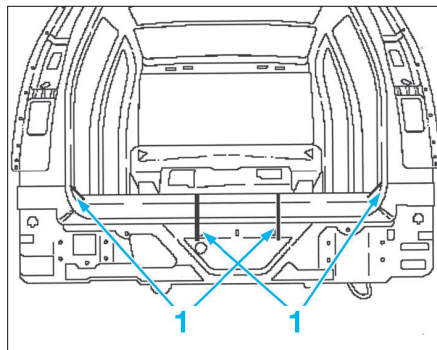

FIG. 71
- Percer 4 trous (1) sur la jupe extérieure (Fig. 71).